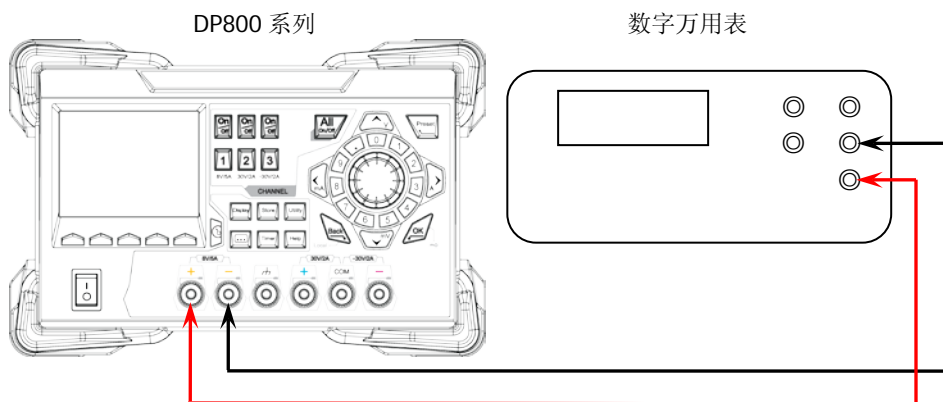

图 2-3 连接 DP800 和数字万用表（电流）
1. 请保证 DP800 已预热至少 30 分钟，使用测试引线连接 DP800 的通道输出端（以 CH1 为例，校准方法同样适用于 CH2 和 CH3）和数字万用表的电流输入端，如图 2-3 所示。